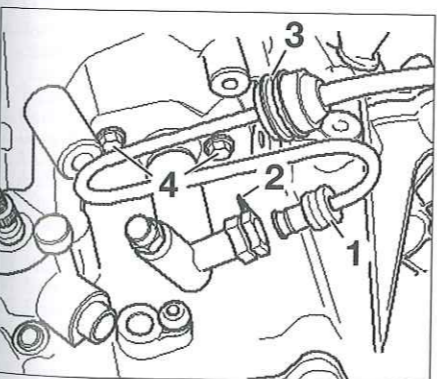

Fig. 13
- Desconectar la tubería (1) del cilindro receptor, después de haber tirado de su grapa (2) de seguridad hacia atrás (Fig.13).